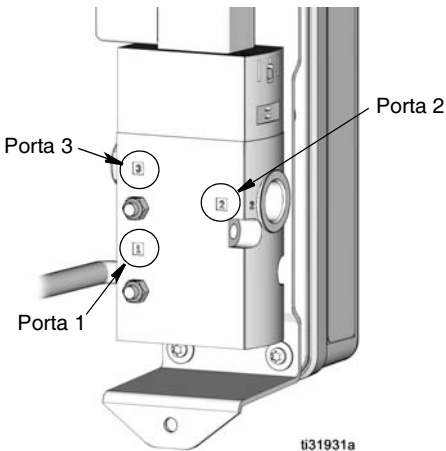

FIG. 1
Os números de 1 a 3 no compartimento do solenoide (14) identificam as portas de conexão (FIG. 1).
1. Aplique selante às porcas macho dos encaixes. Conecte a linha de alimentação de ar à Porta 1 (FIG. 1).
2. Aplique selante às porcas macho dos encaixes. Conecte a linha da entrada de ar da bomba à Porta 2 (FIG. 1).